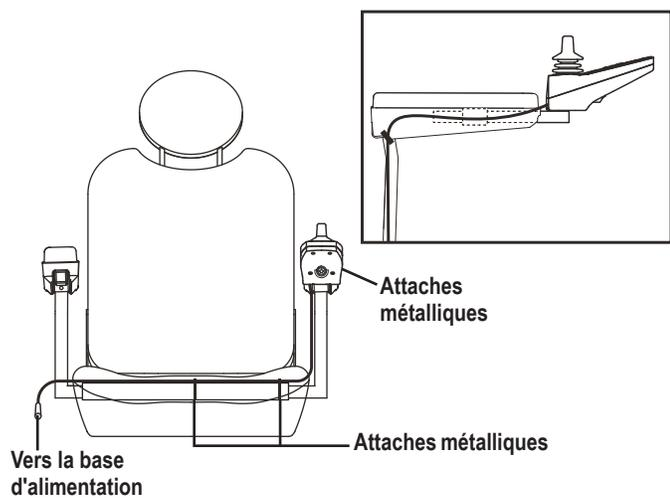

Figure 6. Acheminement du faisceau de contrôleur sur un siège Contour
11. Fixez le faisceau du contrôleur à l'accoudoir avec des attaches métalliques. **Voir la figure 6.**